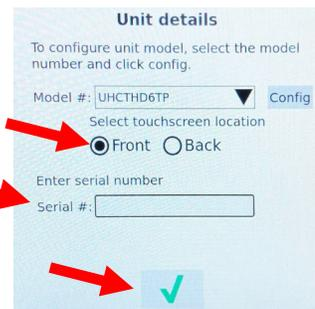

Figure 19
- j) Appuyez sur le champ # de série et entrez le numéro de série de l'armoire à l'aide du clavier. Quand terminé, appuyez sur la touche retour et la coche VERTE (voir Figure 19).